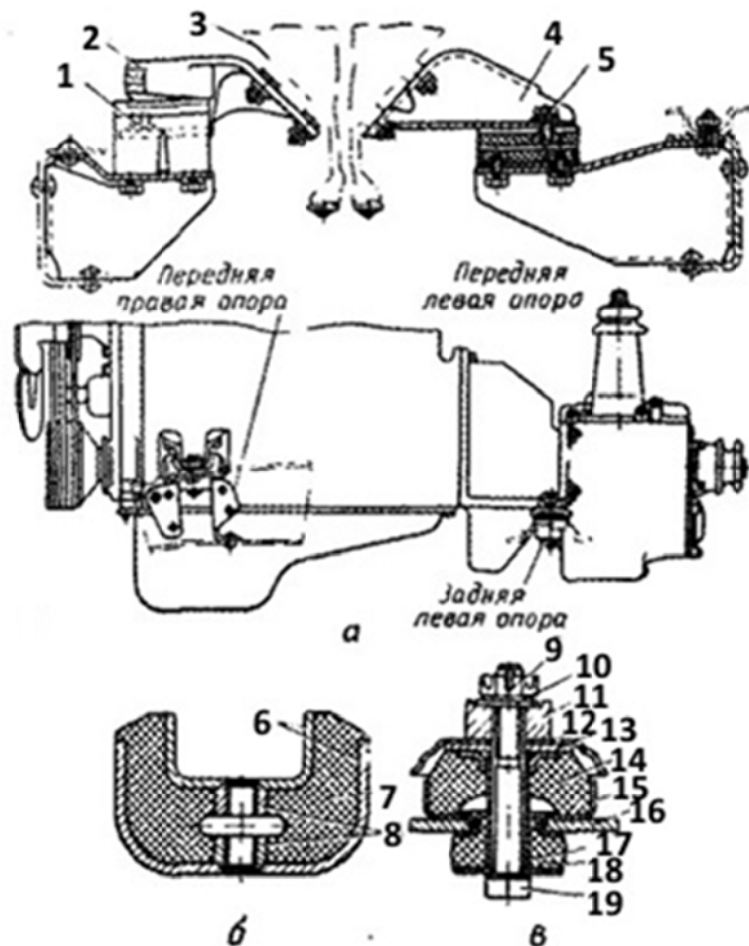

Рис. 2.12. Крепление (подвеска) двигателя:
50. Расшплинтовать, отвернуть гайку 9 (рис. 2.12), снять шайбу 10, вынуть болт 19 крепления задней опоры двигателя и снять нижнюю подушку 18 и распорную втулку 17	Ключ 17 × 19, ключ накидной 17 × 19, ключ-коловорот, сменная головка 19, плоскогубцы комбинированные 150
57. Снять с поперечины № 2 рамы защитные колпаки 12 (рис. 2.12), шайбы 13, верхние подушки 14 задней опоры двигателя и чашки 15 подушек
<p>60. Установить в чашке 15 (рис. 2.12) верхних подушек опор двигателя подушки 14, положить шайбы 13 и защитные колпаки 12, установить подобранные подушки на поперечину № 2 рамы в местах крепления двигателя</p> <p>61. Зачалить захватом двигатель в сборе с коробкой передач и коробкой отбора мощности за рым-болты, поднять и установить на подушки</p> <p>62. Надеть на болт 19 задней опоры двигателя нижнюю подушку 18, распорную втулку 17, вставить болт снизу в совмещенные отверстия, надеть шайбу 10 и навернуть гайку 9 на 5-6 ниток</p> <p>63. Повторить переход 62 для второй задней опоры двигателя</p> <p>64. Надеть на болт 1 крепления передней опоры пружинную и плоскую шайбы, вернуть его в отверстие передней правой подушки и затянуть</p> <p>65. Установить экран на левую переднюю опору, вернуть болт 5 с пружинной и плоской шайбами в отверстие левой подушки и затянуть</p> <p>66. Затянуть гайки 9 болтов 19 крепления задних опор двигателя и зашплинтовать</p>	<p>Кран, захват</p> <p>Бородок слесарный 5, ключ 17 × 19, ключ-накидной 17 × 19, ключ-коловорот, сменная головка 19</p> <p>Ключ накидной 17 × 19</p> <p>Ключ накидной 17 × 19</p> <p>Ключ 17 × 19, ключ накидной 17 × 19, плоскогубцы комбинированные 150, молоток АЗ</p>